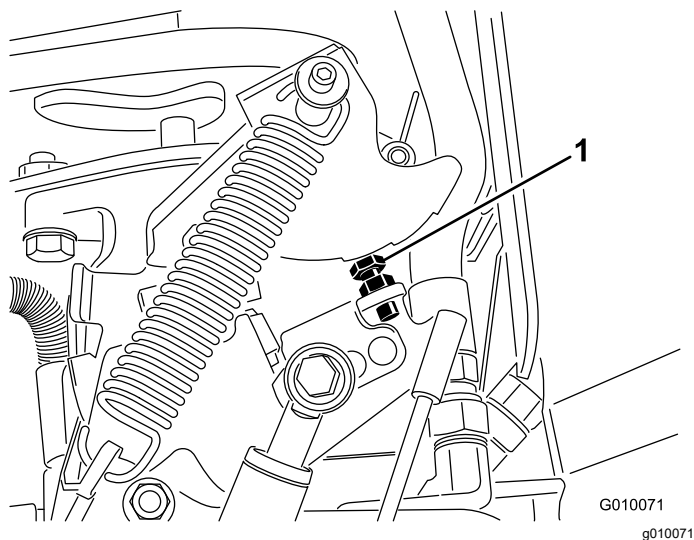

Figura 71
6. Dacă este necesară o ajustare, rotiți urubul de oprire al pompei (Figura 71) mai aproape de placa de oprire pentru a reduce distanța dintre orificii sau rotiți urubul de oprire mai departe de placa de oprire pentru a mări distanța dintre orificii.